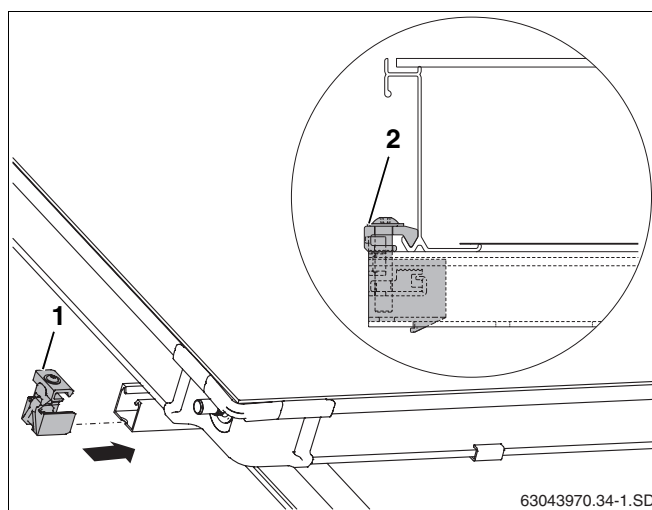

Fig. 52 Tensor do colector unilateral esquerdo
- Empurrar o tensor de colector unilateral (fig. 52, **item 1**) para os perfis superior e inferior.
- Empurrar o tensor do colector até à moldura do colector e aparafusar com a chave SW5 (fig. 52, **item 2**).
O dispositivo fixador (fig. 52, **item 2**) agarra agora o canto inferior do colector.